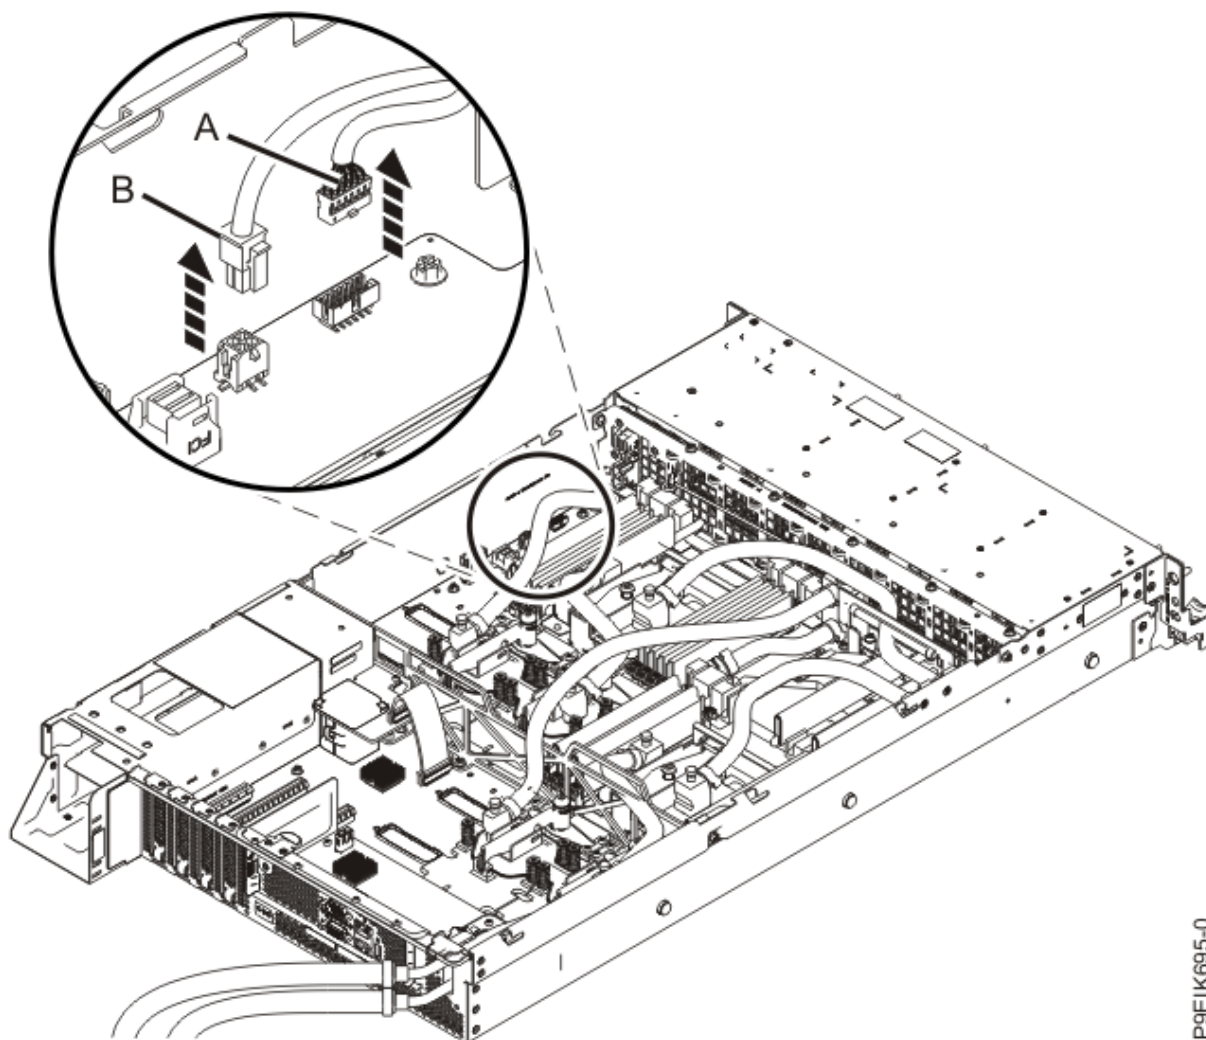

Figura 168. Extracción del interruptor de alimentación y cable de la placa posterior del sistema
5. Presionando el pestillo de liberación del conector, desconecte el interruptor de alimentación y cable **(A)**, tal como se muestra en la Figura 168 en la página 187.